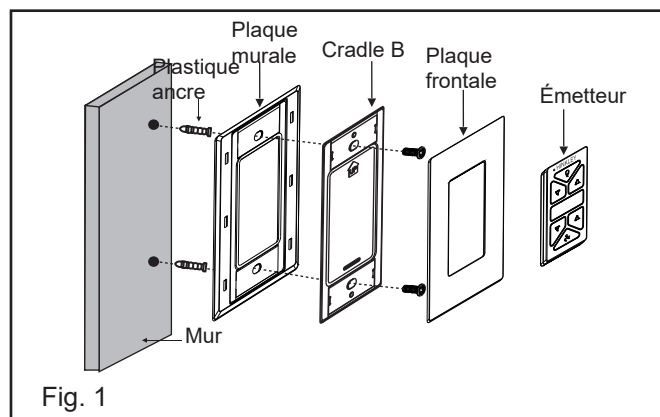

Fig. 1
1. Select a desired location. Use the wall plate to mark the location of the mounting holes. Plastic wall anchors or mounting screws are needed for this application. (Fig. 1)
1. Sélectionnez un emplacement souhaité. Utilisez la plaque murale pour marquer l'emplacement des trous de montage. Des chevilles murales en plastique ou des vis de montage sont nécessaires pour cette application. (Fig. 1)